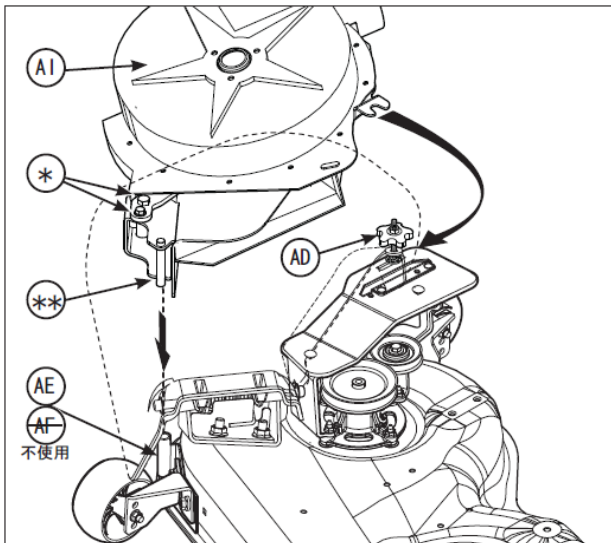

図 17
1. ブローAssy (図 17 の AI) 上のボルト (*) についているナットを緩めて (取り外さないで) ください。
2. ブローベルトカバーのノブ (AD) を緩めてください。
3. ブローピボットピン (**) をモアのピボットブラケット (AE) に差し込んでください。